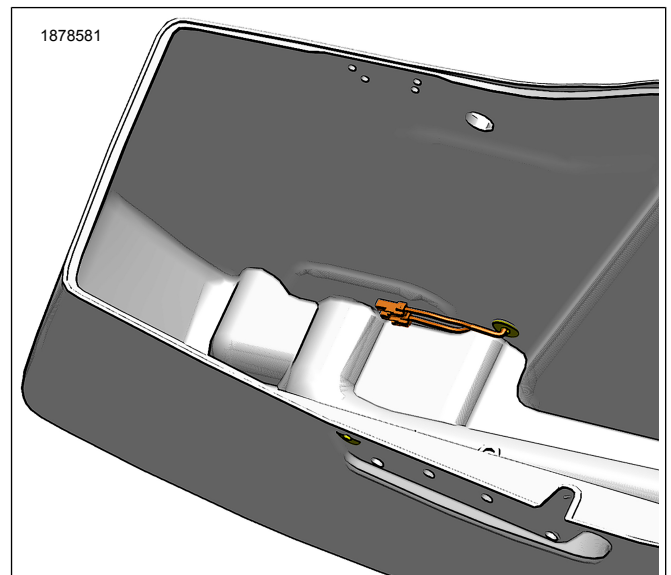

図7。ジャンパーハーネスの配線(装備車の場合)
5. 図7を参照してください。マーカーランプキット(部品番号68000372)とインテリアランプキット(部品番号68000425)を各サドルバッグに取り付ける場合は、リアアクセサリワイヤーハーネスジャンパー(部品番号69203366)を2個別途購入する必要があります。